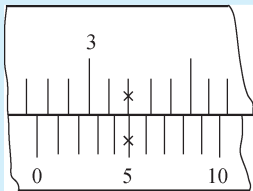

图 1-16 游标卡尺读数示例
(1) 夹住被测工件, 从刻度线的正面正视刻度读取数值。
(2) 若正视位置读数不便, 可旋转固定螺钉后, 将卡尺从工件上轻轻取下, 再读取数值。
(3) 游标卡尺读数时, 先读出尺身上的整数尺寸, 图 1-16 所示的整数为 27 mm ; 然后读出副尺与主尺上对齐刻度线处的小数, 图 1-16 所示的小数为 0.5 mm ; 最后将整数与小数相加, 即将 27 mm 与 0.5 mm 相加得 27.5 mm, 即游标卡尺测量的尺寸。